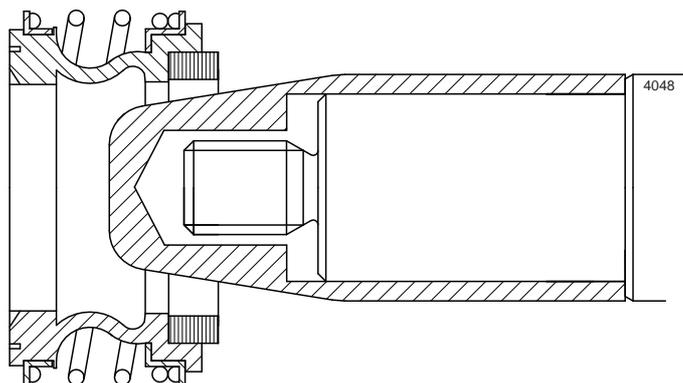

Figure 9: Douille de montage spéciale.
- *Outils spéciaux : Le montage de la garniture mécanique est facilité par l'emploi d'une douille de montage conique spéciale. Ainsi, les bords coupants de l'arbre sont couverts, réduisant le risque d'endommager la garniture pendant le montage. Voir la figure 9.*